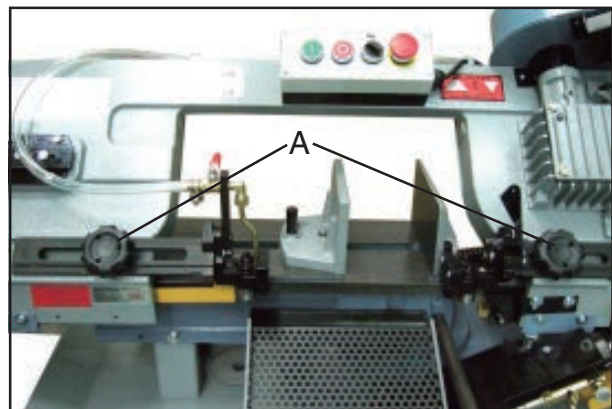

Fig. 6
2. Die Drehknöpfe (A, Fig. 6) lösen. Die Bandführungsarme so nahe wie möglich ans Werkstück stellen.
3. Die Drehknöpfe (A) wieder festziehen. Den Netzstrom mittels Hauptschalter wieder zuschalten.